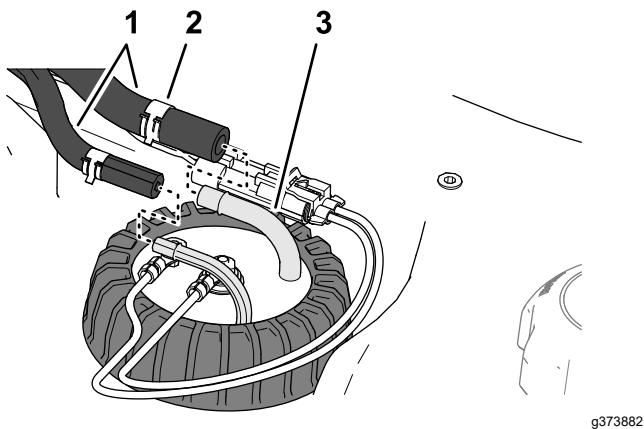

Рисунок 125
- Сдвиньте зажимы, которые крепят шланги к штуцерам датчика уровня топлива, идущие внутрь, и снимите шланги со штуцеров (Рисунок 125).